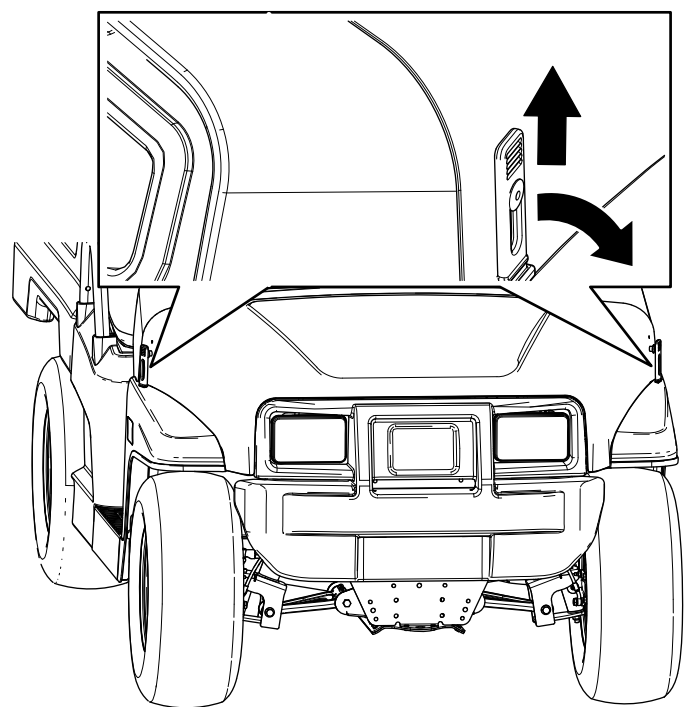

Figure 28
2. Fixez le capot en alignant les loquets en caoutchouc sur les ancrages de verrouillage de chaque côté du capot (Figure 28).
1. Soulevez la poignée des loquets en caoutchouc de chaque côté du capot (Figure 28).